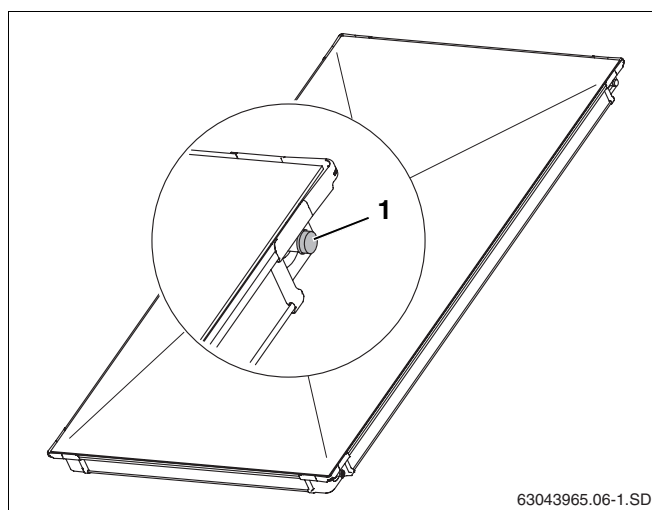

Fig. 6 Tapas de plástico en las conexiones del colector
- ▶ Retire las tapas de plástico (fig. 6, pos. 1) justo antes de realizar el montaje.